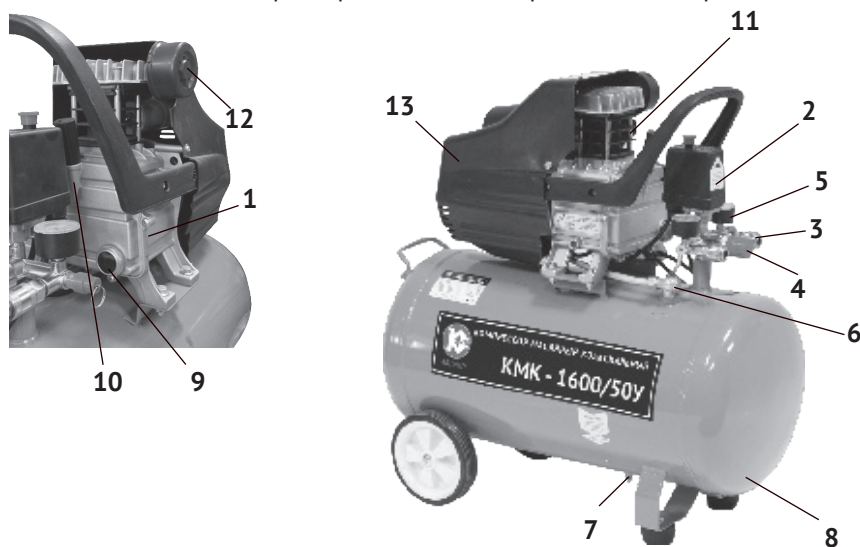
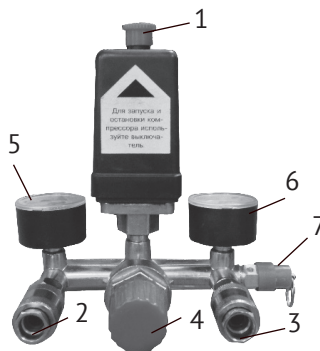

рис. 1
рис. 3
4.1 Общий вид компрессора схематично представлен на рис.1
4.2 Картер компрессорной группы (рис.1 поз.1) с двигателем закреплены на металлическом корпусе ресивера (рис.1 поз.8). Двигатель закрыт пластиковым кожухом (рис.1 поз.13). Вращение якоря двигателя преобразуется кривошипно-шатунным механизмом в возвратно-поступательное движение поршня. Сжатый воздух из выпускного клапана цилиндра подаётся в ресивер. При подключении к быстроразъёмным выходным штуцерам (рис.1 поз.3) коллектора пневмоинструмента, сжатый воздух подаётся к инструменту. Выходное давление в штуцерах регулируется редуктором и контролируется манометрами.
При подключении компрессора к сети питания, убедитесь что, выключатель реле давления (рис.3 поз.1) находится в позиции «Выкл», положение «Нажато». Запустите компрессор, переведя выключатель в позицию «Вкл», положение «Отжато». Для обеспечения хорошей работы компрессора при первом запуске рекомендуется оставить компрессор работающим в течение 5 - 8 минут с полностью открытыми выходными кранами (рис.3 поз.2,3) и редуктором (рис.3 поз.4), после чего откройте вентиль слива конденсата (рис.1 поз.7), находящийся снизу ресивера и слейте конденсат. После первых 5-ти часов работы компрессора проверьте крепление винтов головки цилиндра и кожуха двигателя (рис.1 поз.13).
При полностью открытом редукторе (рис.3 поз.4), в выходные штуцера (рис.3 поз.2 и 3) подаётся давление из ресивера. Оба манометра (рис.3 поз.5 и 6) показывают давление в ресивере. Выходное давление в штуцере (рис.3 поз.2) регулируется редуктором (рис.3 поз.4) и контролируется манометром (рис.3 поз.5).
Так же компрессор оснащён предохранительным клапаном (рис.3 поз.7) для ограничения максимального давления в ресивере.
7.3 По окончании работы полностью сбросьте давление, открыв выходные штуцера (рис.3 поз.2 и 3).